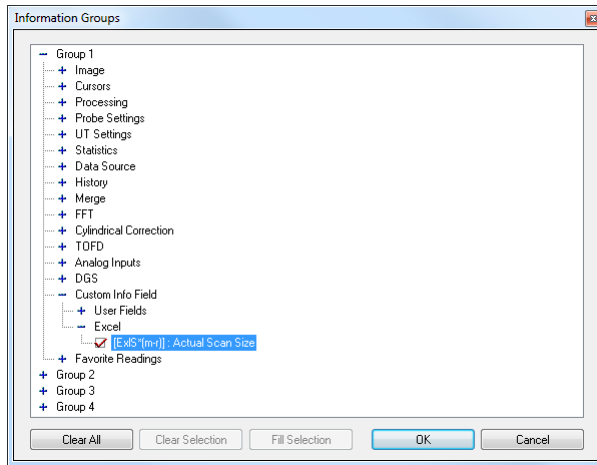

Figure 10-15 Sélection de la mesure importée d'Excel
- b) Développez **Group 3**, sélectionnez **[ExIS*(m-r)]: Actual Scan Size** dans la boîte de dialogue **Information Groups**, et puis cliquez sur **OK** (voir la Figure 10-15 à la page 477).